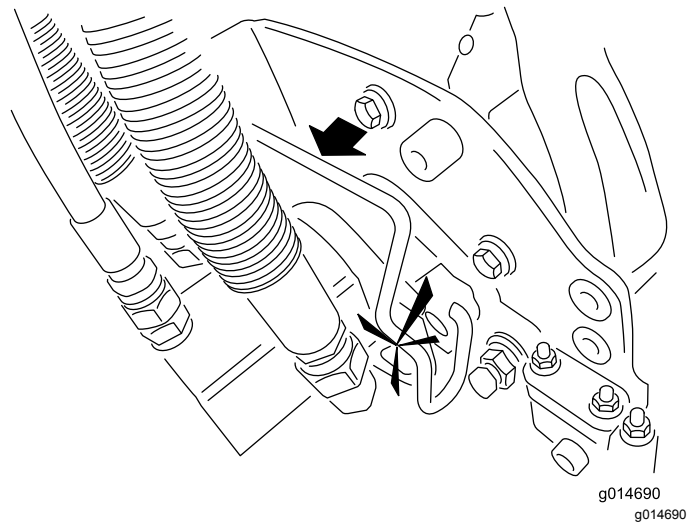

Figure 46
6. Insérez le moteur dans le côté gauche de l'unité de coupe (vu de la position de l'utilisateur) et tirez la barre de retenue du moteur située sur l'unité de coupe vers le moteur jusqu'à ce que vous entendiez un déclic des deux côtés du moteur (Figure 46).